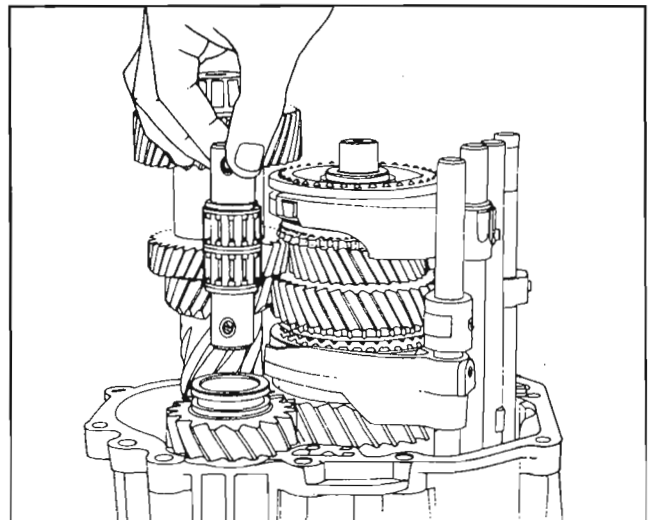

Fig. 19
Quite el conjunto del eje del piñón loco de la marcha atrás (82) de la mitad trasera de la carcasa. *Fig. 19*